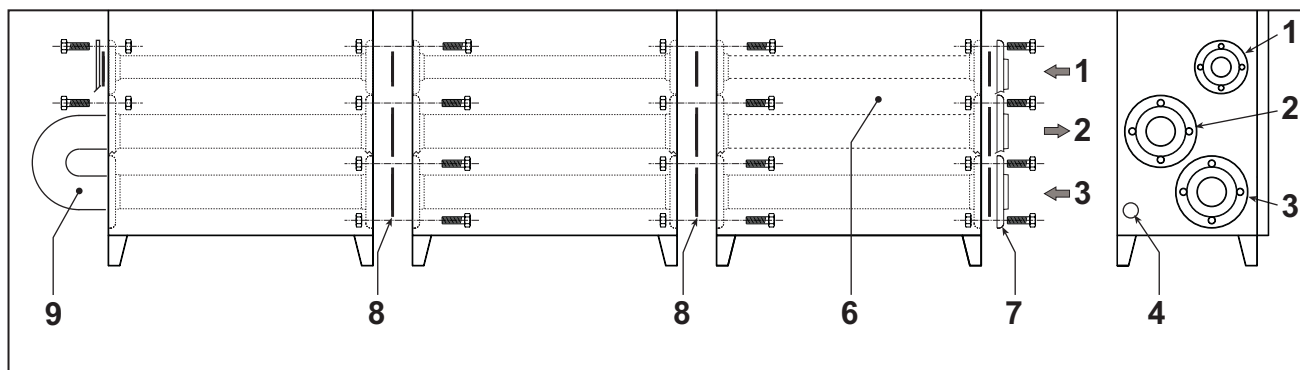

fig. 18
- Sull'ultimo modulo collegare la mandata al ritorno (vedi fig. 18).